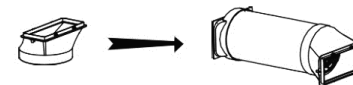

Abb. 1
1. Schließen Sie das Schlitzendstück durch Ausweiten und Umdrehen an das Schlauchende an, bis es fest befestigt ist (mindestens 3 volle Umdrehungen) (Abb. 1).